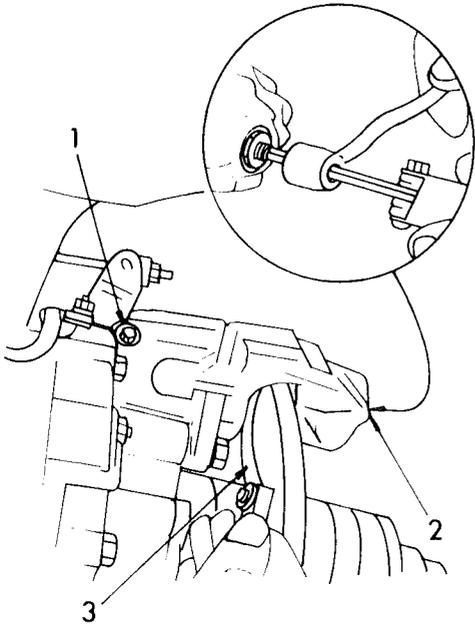

Bild 191
- Die Kontermuttern der Einstellschraube («2» in Bild 191) lockern. Diese Schraube sitzt an der Aussenseite des Bremssattels und ist von der Unterseite des Fahrzeuges wie in Bild 191 gezeigt erreichbar.
- Eine Fühlerlehre zwischen den Bremsklotz und die Bremsscheibe einsetzen, wie es durch (3) im Bild gezeigt ist und die Inbusschraube in der Innenseite der Kontermutter mit einem Inbusschlüssel oder dem Spezialwerkzeug A.5.0194 verstellen, bis der Spalt 0,1 mm beträgt.
- Die Kontermutter der Einstellschraube an der Oberseite des Bremssattels (siehe Bild 191) lockern und eine Fühlerlehre zwischen den inneren Bremsklotz und die Bremscheibe einsetzen.
- An der Schraube (1) drehen, bis der Spalt erhalten ist und die Fühlerlehre einen guten Gleitsitz hat.